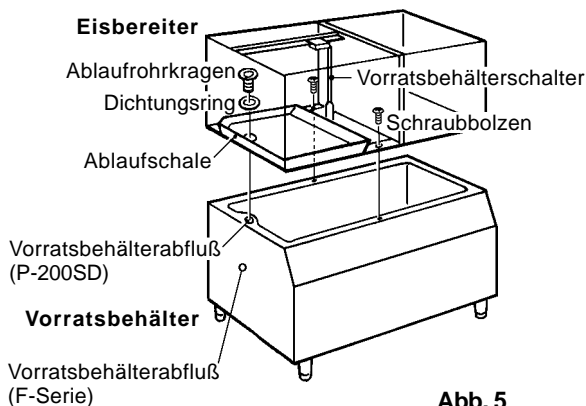

Abb. 5
- 5) Eisbereiter auf den Vorratsbehälter setzen. Passen Sie auf, daß Sie nicht den Rahmen des Eisbereiters und den Vorratsbehälterschalter beschädigen. Siehe Abb. 5.
- 6) Den Eisbereiter mit den dafür vorgesehenen Schrauben befestigen. Siehe Abb. 5.
- 7) Vorratsbehälterabflußloch mit dem Loch der Ablaufschale übereinander bringen. Dichtungsring (Zubehör für Vorratsbehälter) einlegen und Ablaufrohrkragen (Zubehör für Vorratsbehälter) befestigen. Siehe Abb. 5.